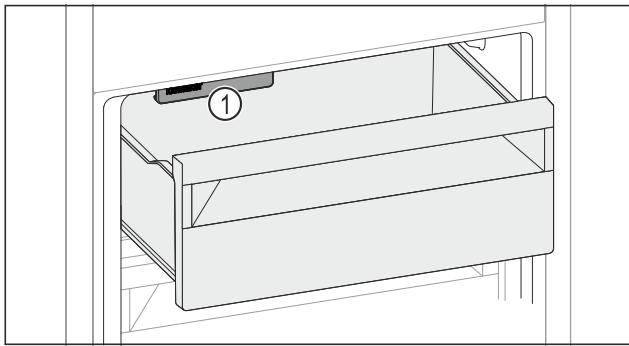

Fig. 140
► Prihliadajte na IceMaker Fig. 140 (1).